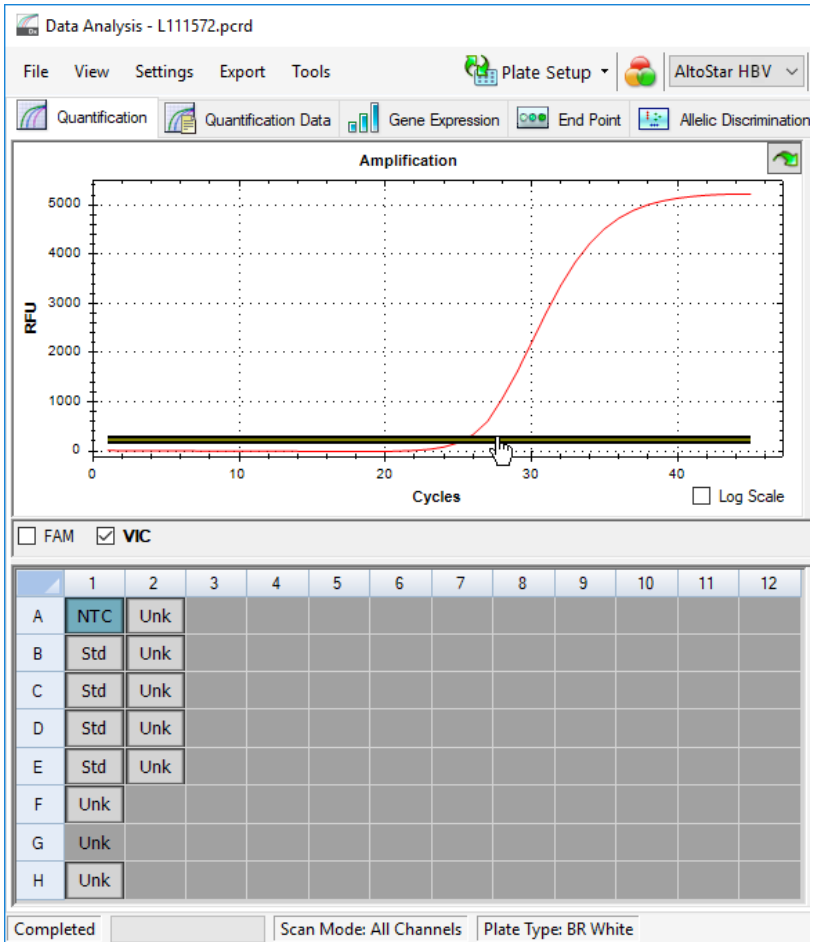

Figura 38: Ventana Data Analysis (análisis de datos): ajuste del umbral para VIC™
2. En la parte izquierda de la ventana **Data Analysis** (análisis de datos) marque únicamente la casilla de verificación **VIC** para el canal de detección del Internal Control (control interno) (consulte la Figura 38).
3. Seleccione únicamente el pocillo de NTC en la vista de placa de la ventana **Data Analysis** (análisis de datos) (consulte la Figura 38).
4. Arrastre el umbral hasta el área exponencial de la señal de NTC (consulte la Figura 38).